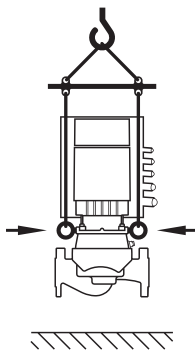

Fig. 8: Transporte de la bomba
- El transporte de la bomba tiene que llevarse a cabo con medios de elevación permitidos (por ejemplo, polipasto, grúa, etc.). Estos elementos se tienen que fijar en las armellas de transporte colo- cadas en la brida del motor (Fig. 8, presentado aquí: dirección de elevación con eje vertical del motor).